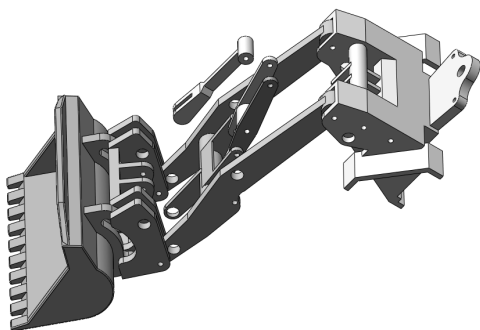

图 13-93 插入连杆 3
8) 插入连杆 3。选择菜单栏中的“插入”→“零部件”→“现有零件/装配体”命令，或单击“装配体”控制面板中的 (插入零部件) 按钮，弹出“插入零部件”属性管理器，单击“浏览”按钮，在弹出的“打开”对话框中选择“连杆 3”，将其插入到装配界面中，如图 13-93 所示。